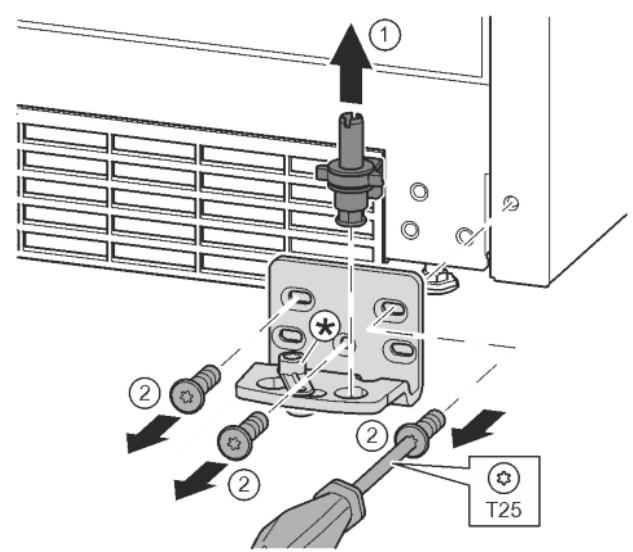

Fig. 17
- ▶ Извадете изцяло нагоре лагерния болт. Fig. 17 (1)
- ▶ Отвийте винтовете с отвертка T25 и свалете лагерната стойка. Fig. 17 (2)